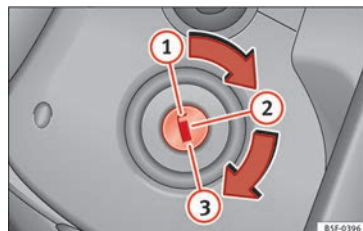

Fig. 186 Posiciones de la llave de contacto.
»» fig. 186.
- Extraiga la llave de encendido en la posición ① »» fig. 186 »» ⚠.